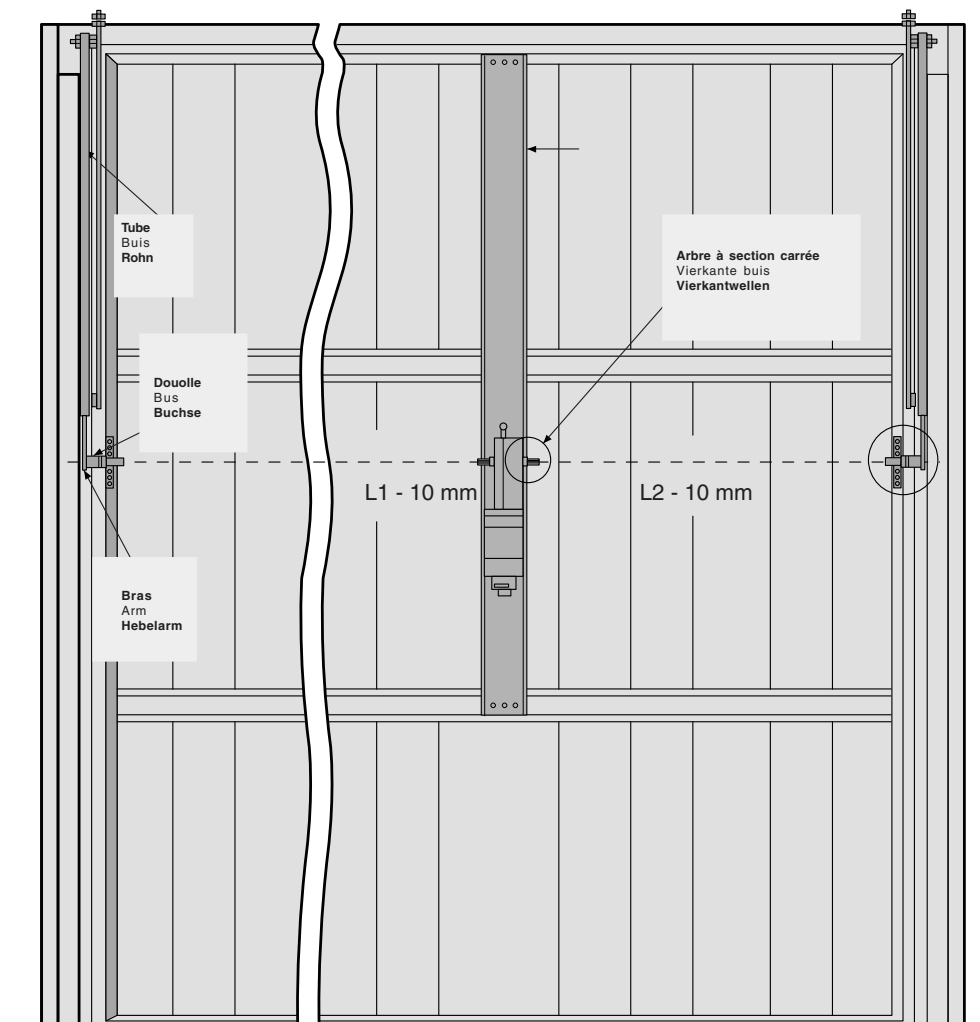

Fig. 6
- Placer les arbres carrés sur le moteur en les laissant dépasser de 35 mm. Les bloquer avec les boulons sans tête qui se trouvent sur l'arbre moteur (fig. 6).
- Bevestig de vierkante metalen blokjes in de motor en laat ze er ongeveer 35mm uitsteken. Maak de blokjes vast met de inbusschroeven die zich op de as van de motor bevinden (fig. 6). Plug zowel links en rechts de zwarte nylon dop in het transmissiesysteem. Zaag de overbrengingsbuis af op gewenste lengte en zorg ervoor dat ze 10mm korter is dan de afstand tussen L1 en L2 (afstand tussen motor en transmissiesysteem).
- Die Vierkantwellen so in den Motor einsetzen, daß sie 35 mm herausragen, und dann mit den an der Motorwelle befindlichen Befestigungsstiften festklemmen (Abb. 6). Buchsen schmieren und in die Vorgelege einsetzen. Das Antriebsrohr so abschneiden, daß es 10 mm kürzer als die Abstände L1 und L2 ist (Abstand zwischen Buchsenprofil und Motorwellenprofil). Arm schmieren und in das Rohr einsetzen, dann den Arm gemäß Abb. 7 mit der Buchse und dem Vorgelege verbinden.